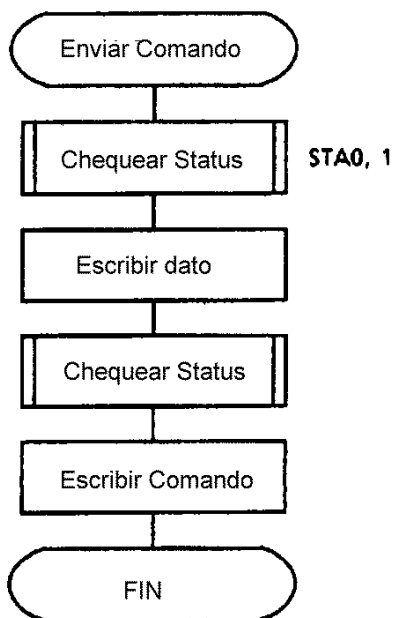

Figura 10.2
a) El caso de 1 dato (**Figura 10.2**)